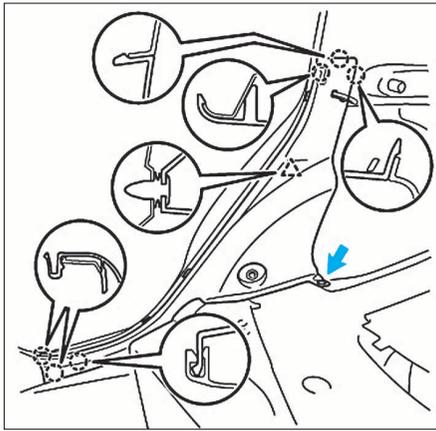

FIG. 118
- Déposer de chaque côté, les garnitures latérales inférieures comme illustré (Fig.118).